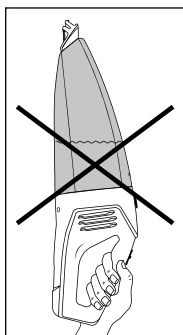

Abb. 4
- Wenn Sie das Gerät waagrecht oder mit der Nasssaugdüse ① nach oben weisend tragen, kann es passieren, dass Flüssigkeit austritt (siehe Abb. 4 und 5):